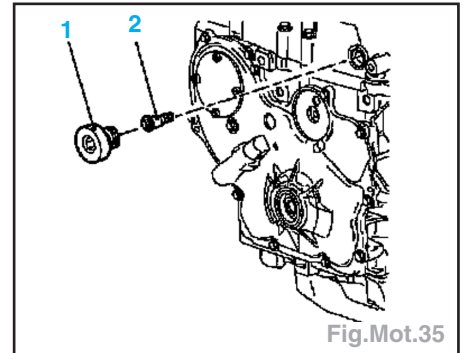

Fig.Mot.35
- le bouchon fileté (1) et la vis (2) (Fig.Mot.35).